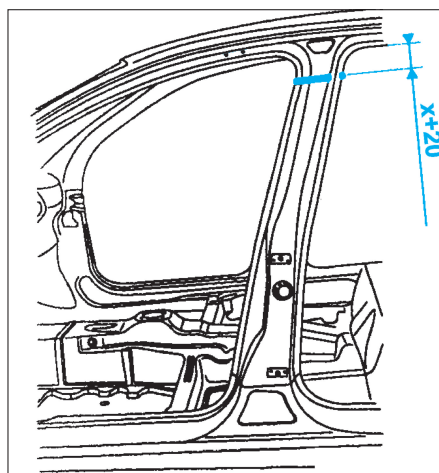

FIG. 68
- Tracer puis découper à l'aide d'une meule épaisseur 1 mm (coupe provisoire) (Fig.68).